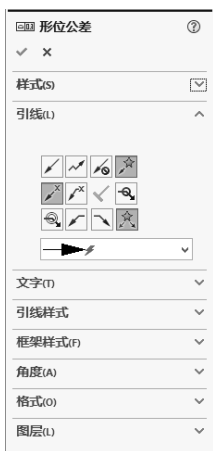
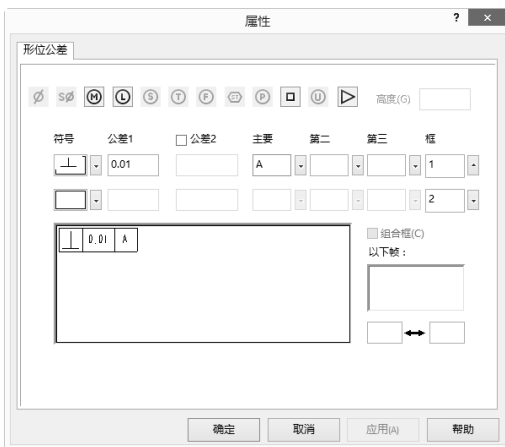

图 6-69 “形位公差”属性管理器
图 6-70 “属性”对话框
**11** 单击“注解”操控板中的“形位公差”按钮，会出现“形位公差”属性管理器及“属性”对话框，在属性管理器中设置各参数如图6-69所示，在“属性”对话框中设置各参数如图6-70所示。